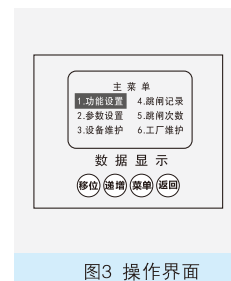

图3 操作界面
- (1) 运行灯: 通电每隔3s闪烁一次。
- (2) 状态灯: 闪烁代表正在合闸或者正在分闸, 常亮代表分闸状态, 常灭代表合闸状态。
- (3) 告警灯: 闪烁代表有保护在告警。
- (4) 通讯灯: 485或载波或红外通讯时闪烁。
9.2 按键说明 (见图3)
【菜单】进入主菜单, 设置过程中做确认键使用 (见图3)。